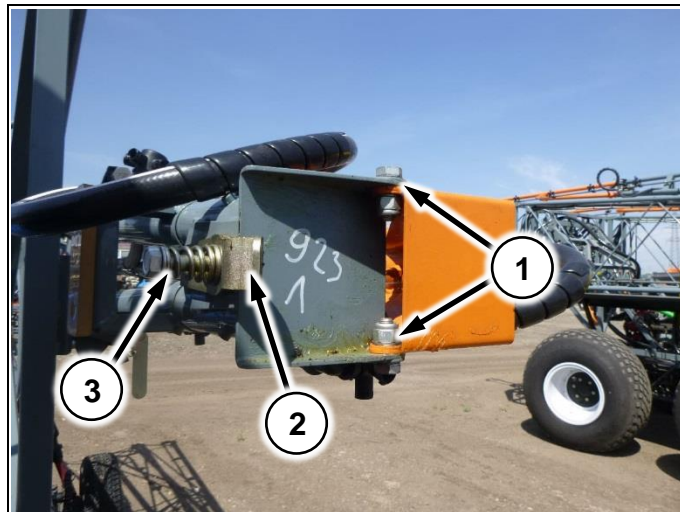

Рис. 61
1. Убедитесь, что в закрытом состоянии законцовка плотно фиксируется болтами (Рис. 61/1). Если необходимо подтяните болты
2. Убедитесь, что законцовка находится в замке защелки (Рис. 61/2). Если необходимо подтяните пружину защелки болтом (Рис. 61/3)